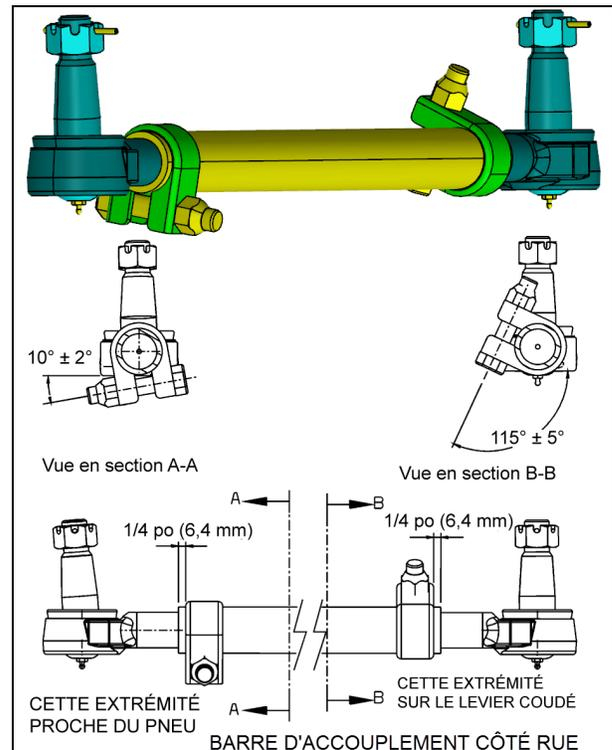

FIGURE 27: BIELLETTE DE DIRECTION CÔTÉ RUE - POSITION DES COLLIERES DE SERRAGE
3. En exécutant un tour complet de gauche à droite, vérifier la position correcte du boulon et de l'écrou de collier de serrage à l'extrémité des biellettes de direction ainsi que les colliers de serrage d'extrémité de barre de direction pour éviter l'interférence des colliers de serrage avec les pièces proches. Se reporter à Figure 26 & Figure 27 pour l'emplacement et le positionnement des boulons et des écrous de collier de serrage. Remettre en place (rotation) au besoin.
Réinstaller le collier de serrage de biellette de direction conformément à Figure 26 & Figure 27 étant donné qu'il risque d'interférer avec d'autres organes.